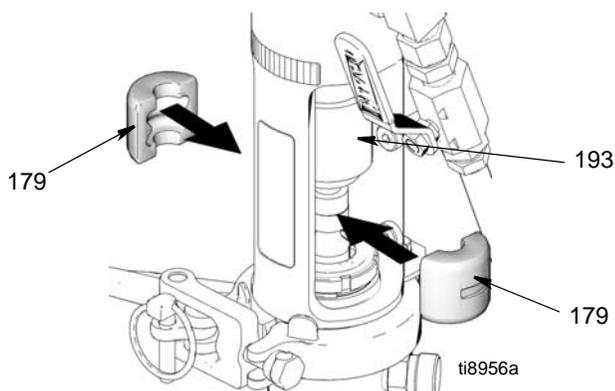

図 24
5. (図 24) カプラ・カバー (193) ポンプロッドが出るまで滑らせます。ロッド・カプラ (179) をロッドに取り付けます。